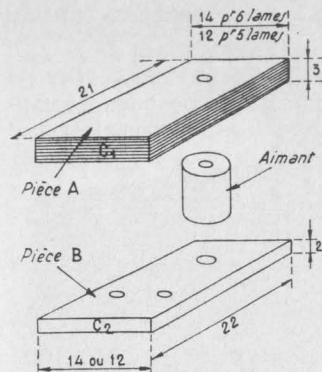

Fig. VI-13. — Les pièces polaires.
**L'aimant :** C'est un aimant de piège à ions Philips, ancien modèle. On trouvera facilement cette pièce chez un dépanneur télévision, qui les récupère lors du changement des tubes cathodiques. Attention : bien choisir un piège avec aimant cylindrique percé d'un trou axial (fig. VI-13). Récupérer l'aimant et son boulon de 2,5 mm.
**Les pièces polaires** (fig. VI-13) : l'une A constitue le noyau du bobinage : elle sera réalisée à partir de tôles de transfo amenées aux dimensions convenables. L'autre B sert de support aux lames vibrantes. Veiller à la netteté des champs  $C_1$  et  $C_2$ .